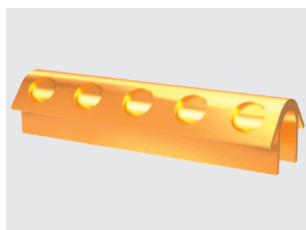

Fig. 1a
- Partie femelle micro et macro** (Fig. 1a) **E = Elitor®**
1. Partie femelle E, micro et macro (Fig. 1a, 1b)